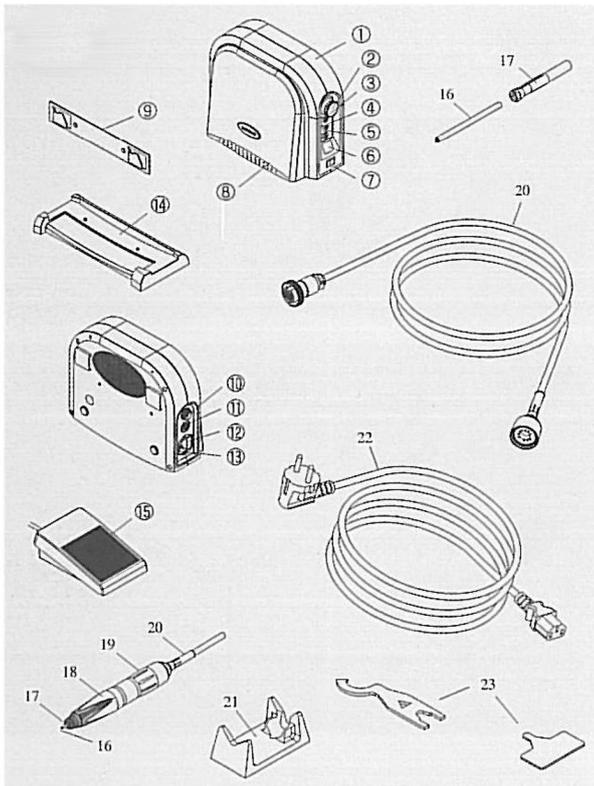
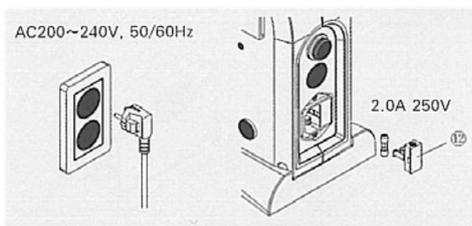

Fig. 1
Fig. 2
Controllare che nel porta fusibile (12 fig. 1 e 12 fig.2) sia inserito un fusibile adatto (2.0A – 250V)
- Tenere premuto il pedale di comando a ginocchio (8, fig.1) e contemporaneamente stringere le viti del supporto dell'unità di controllo (14 fig. 1).